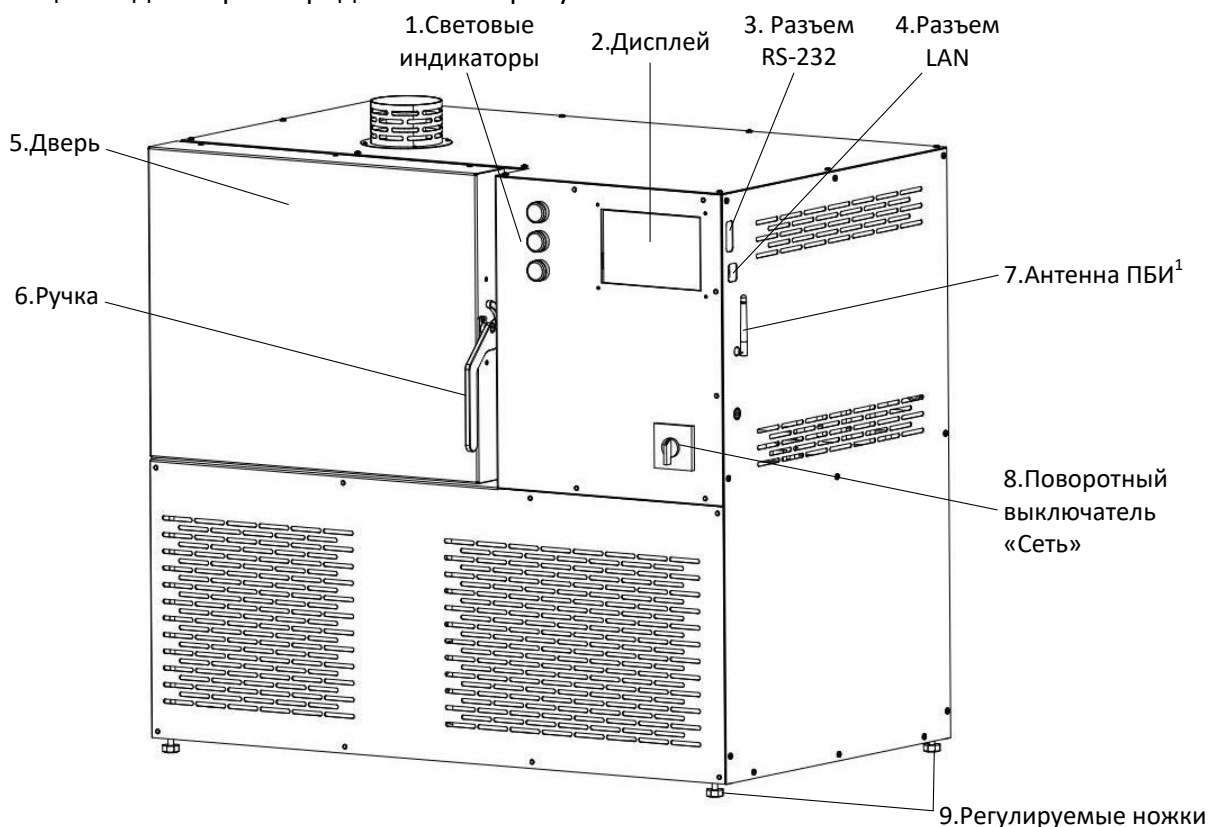

Рисунок 1 – Общий вид аппарата спереди
- 2) необходимо обеспечить расстояние не менее 0,3 метра до окружающих предметов (других устройств, стен и т.п.) с трёх сторон и 1 метра со стороны двери камеры (см. рисунок 1 поз. 5).
3.3.3 Включить аппарат поворотным выключателем «Сеть» (см. рисунок 1). Аппарат отобразит заставку (см. рисунок 5), затем спустя приблизительно 15 сек, перейдет в режим «Ожидание» (см. рисунок 6).